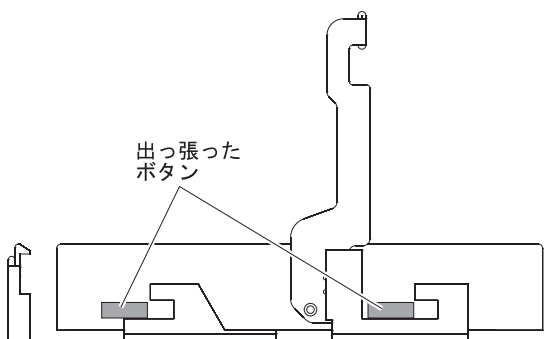

図 76. ドライブの位置合わせ
- b. 図 76 のように、各側面にある 2 つの出っ張ったボタンを、ドロワーのドライブ・チャンネルの対応するすき間に合わせます。